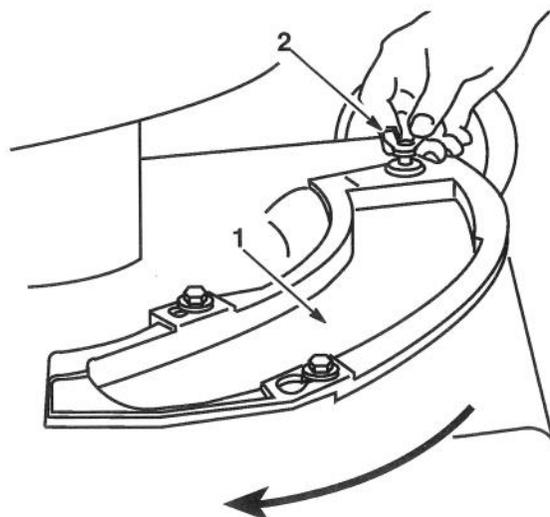

Figure 4
La tondeuse est livrée avec un obturateur (Fig. 4). Si elle est utilisée avec une décharge latérale, cet obturateur doit être installé dans l'ouverture du carter de la tondeuse.
2. Retirer la vis à ailettes fixant l'obturateur au carter de la tondeuse (Fig. 4).